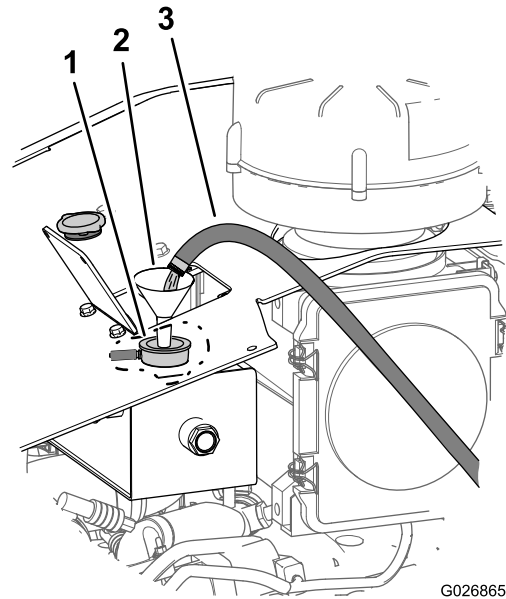

Bild 104
- A. Füllen Sie die Kühlanlage mit sauberem Wasser (Bild 104).